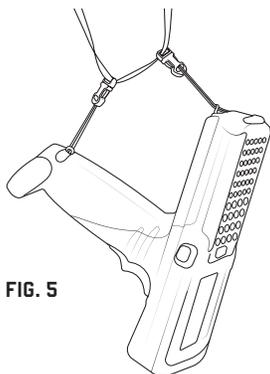

FIG. 5
4. Repeat steps 2 and 3 using the captive hole located near the rear bottom of the barcode scanner. Attaching both loop attachments provides extra barcode scanner gun stability. [fig. 5].
4. Repita los pasos 2 y 3 con el orificio de sujeción que está cerca de la parte inferior trasera del escáner. Si se utilizan ambos conectores de lazo, la estabilidad de la pistola del escáner será mayor [fig. 5].
4. Répétez les étapes 2 et 3 pour le trou captif situé près de la partie inférieure arrière du lecteur de code-barres. Le fait de fixer les deux boucles d'attache souples garantit une meilleure stabilité du pistolet lecteur de code-barres. [fig. 5]